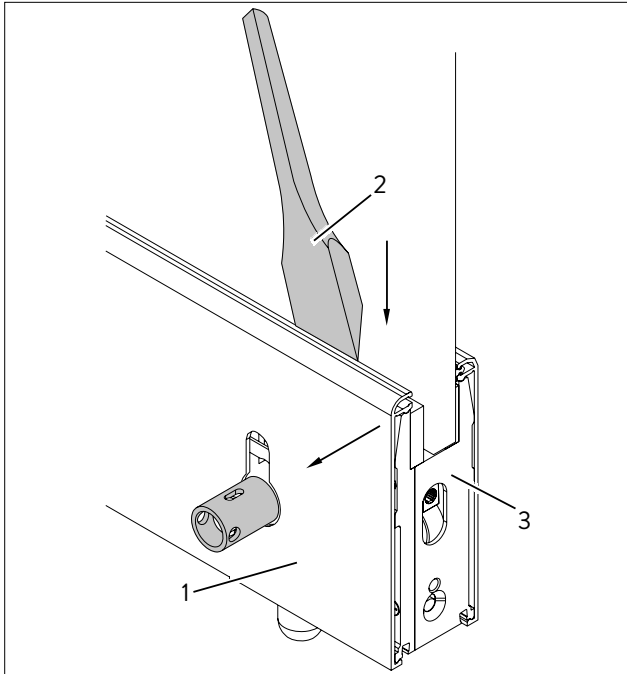

Abb. 28 Abdeckprofil entfernen
5. Abdeckprofil (Abb. 28/1) von der Türschiene (Abb. 28/3) mit einem Klotzlöffel (Abb. 28/2) entfernen.